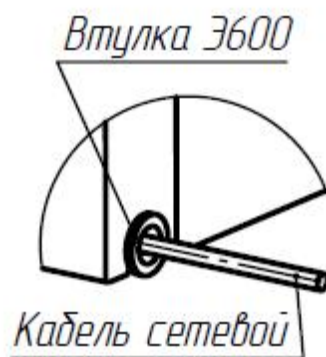

Рис.3
4.5. Закрепить сетевой кабель в корпусе, вставив пластмассовую втулку Э600, надетую на кабель, в гнездо задней стенки (рис.3).
4.17. Вращение ножа осуществляется вручную с помощью воротка (13) (рис.3), входящего в комплект поставки.